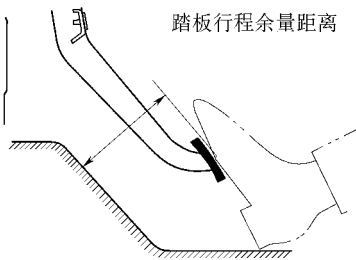

图 15-11 检查踏板行程余量距离
(5) 检查踏板行程余量距离是否正确。在发动机运转的情况下放开停车制动器拉杆，踩下踏板并测量如图 15-11 所示的踏板行程余量距离。